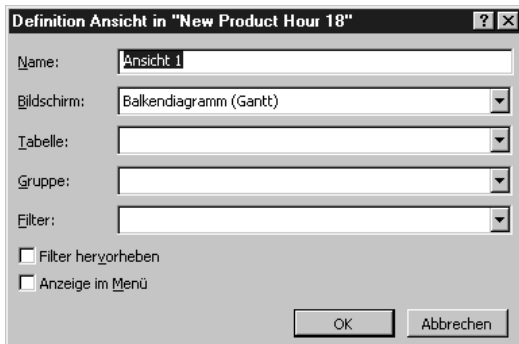

Abbildung 18.5:
5. Das Dialogfeld DEFINITION ANSICHT wird geöffnet (siehe Abbildung 18.5). Nehmen Sie Ihre Änderungen vor. Folgen Sie dabei den Schritten, die in den folgenden Abschnitten beschrieben werden. Danach klicken Sie auf OK.